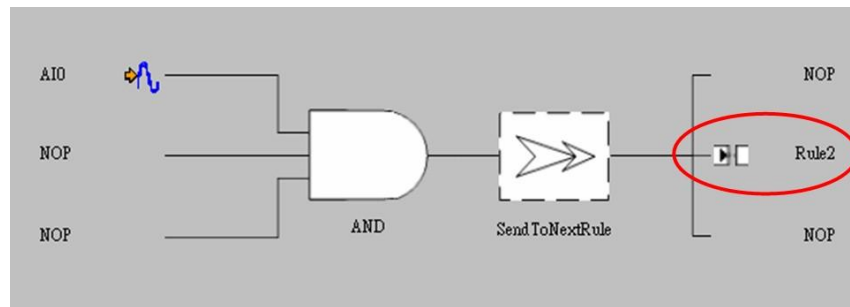

図8.8 次のルールに送る機能
**Type]** ボックスで **[SendToNextRule]** を選択すると、出力アイコンの1つが次のルールになる。図8.8に例を示す。